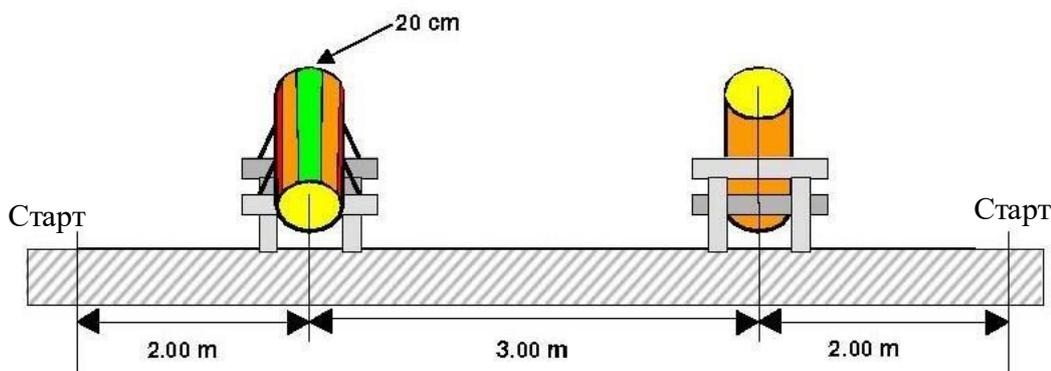

Рис. 22. Установка козел для комбинированного реза
7. Провести линию старта слева и справа от бревен на расстоянии 2 метров от центра соответствующего бревна. Участник может выбрать, с какой стороны ему стартовать – слева или справа (рис. 22).
Участник выбирает, с какой стороны он начнет упражнение (рис.22). Затем участник, располагаясь в специально обозначенном секторе, по команде судьи запускает двигатель и ставит пилу на землю перед линией старта в 2 метрах от ближайшего сортифта. После подтверждения участником, что он «готов», любая часть бензопилы и участника должны быть полностью за линией старта. (Рис. 2).